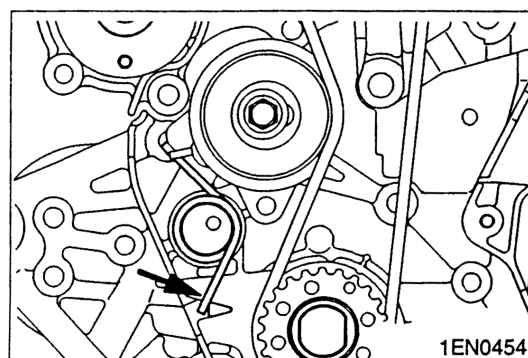

图 3-6
- (1) 正时皮带、涨紧器弹簧、正时皮带涨紧器的拆卸
a. 用钳子夹住涨紧器弹簧伸长端 (如图 3-6 所示), 将它从机油泵壳体限位块上拆下, 然后拆下涨紧器弹簧。